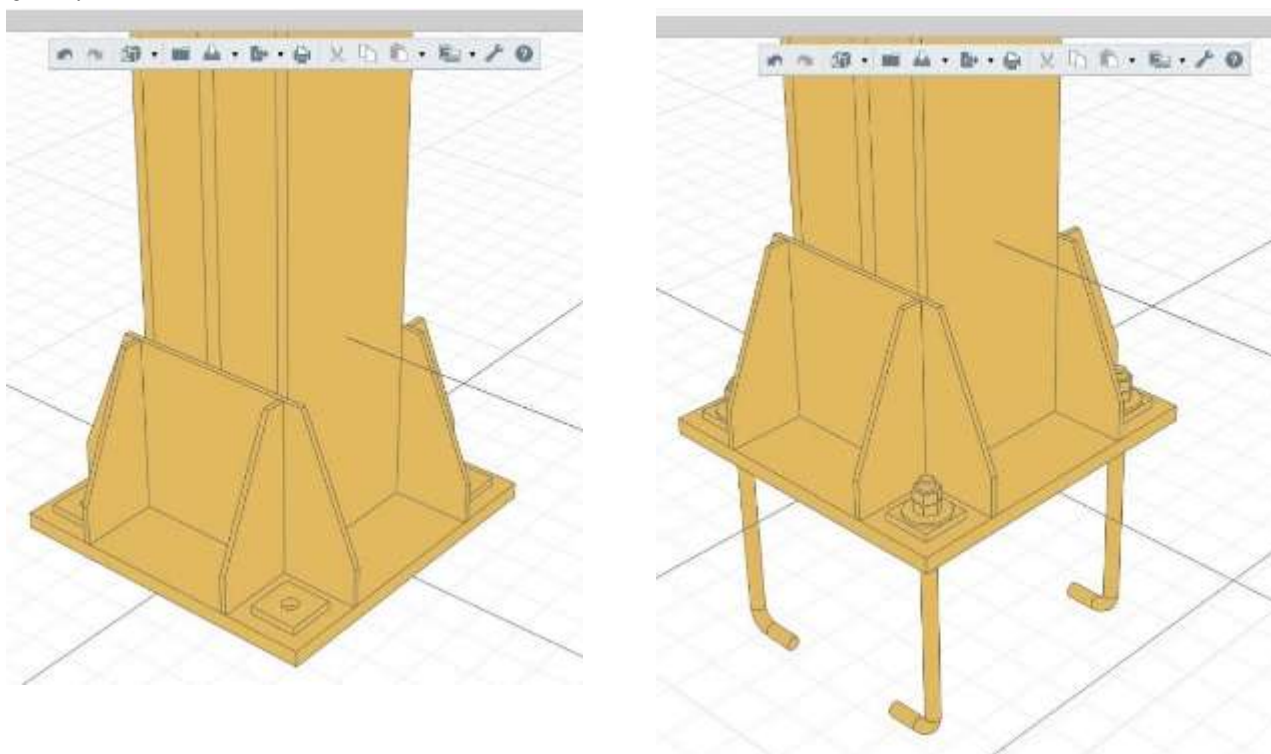

Рисунок 14.8 - Размещение ребер жесткости. Расстановка анкеров
5. Добавляем ребра с фасками. Renga предоставляет очень удобный функционал по размещению элементов (рис. 14.8). Можно заранее задать необходимое смещение по координатам и разместить пластины в необходимом месте. Пластины размещаются в плоскости уровня, поэтому нужно задать поворот пластины, чтобы она размещалась перпендикулярно уровню «Низ колонн».
6. Добавляем анкера в узел, через инструмент *Элемент*. 3Dтело анкера вместе с болтами можно сделать в программе КОМПАС и экспортировать в Renga. Размещаем полученные анкера в уровне *Низ колонн* со смещением и правильным расположением по отверстиям (рис. 14.8).